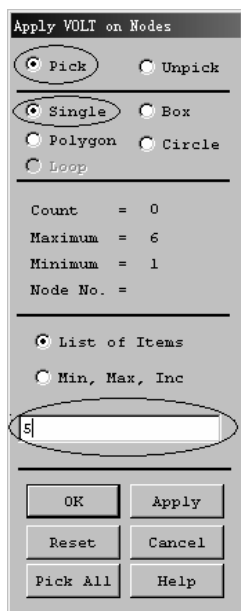
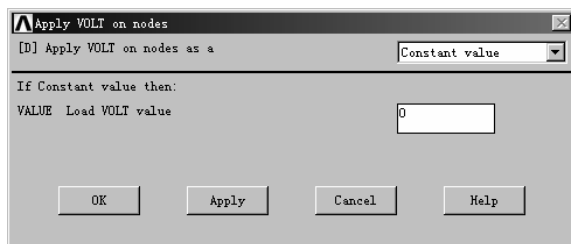

图 1-55 节点拾取框
图 1-56 施加节点电压
(1) 施加电压。选择路径 Main Menu → Solution → Define Loads → Apply → Electric → Boundary → Voltage → On Nodes, 弹出节点拾取框, 在图形界面上拾取节点 5, 或者可以直接在拾取框中输入“5”(图 1-55), 单击“OK”按钮, 弹出“Apply Voltage On nodes”施加节点电压对话框(图 1-56)在“Load VOLT value”输入栏中输入“0”, 单击“OK”按钮, 由此可以给节点 5 施加 0V 电压。